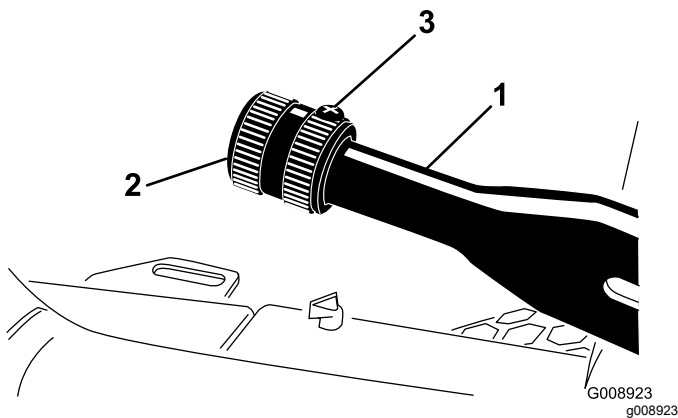

Figura 59
2. Afloje el tornillo de fijación que sujeta el pomo a la palanca del freno de estacionamiento (Figura 59).